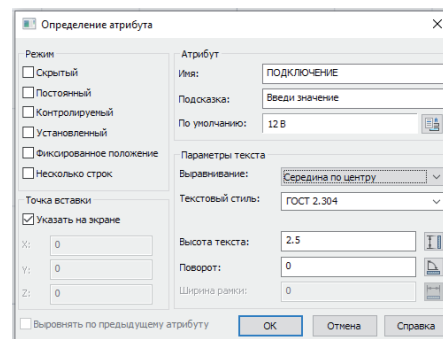

Рис. 7. Создание атрибута
- Вызываем команду *ATT* – создание атрибутов (подробнее о создании блока с атрибутами рассказано в статье "Блоки и атрибуты блоков"¹) – рис. 7.